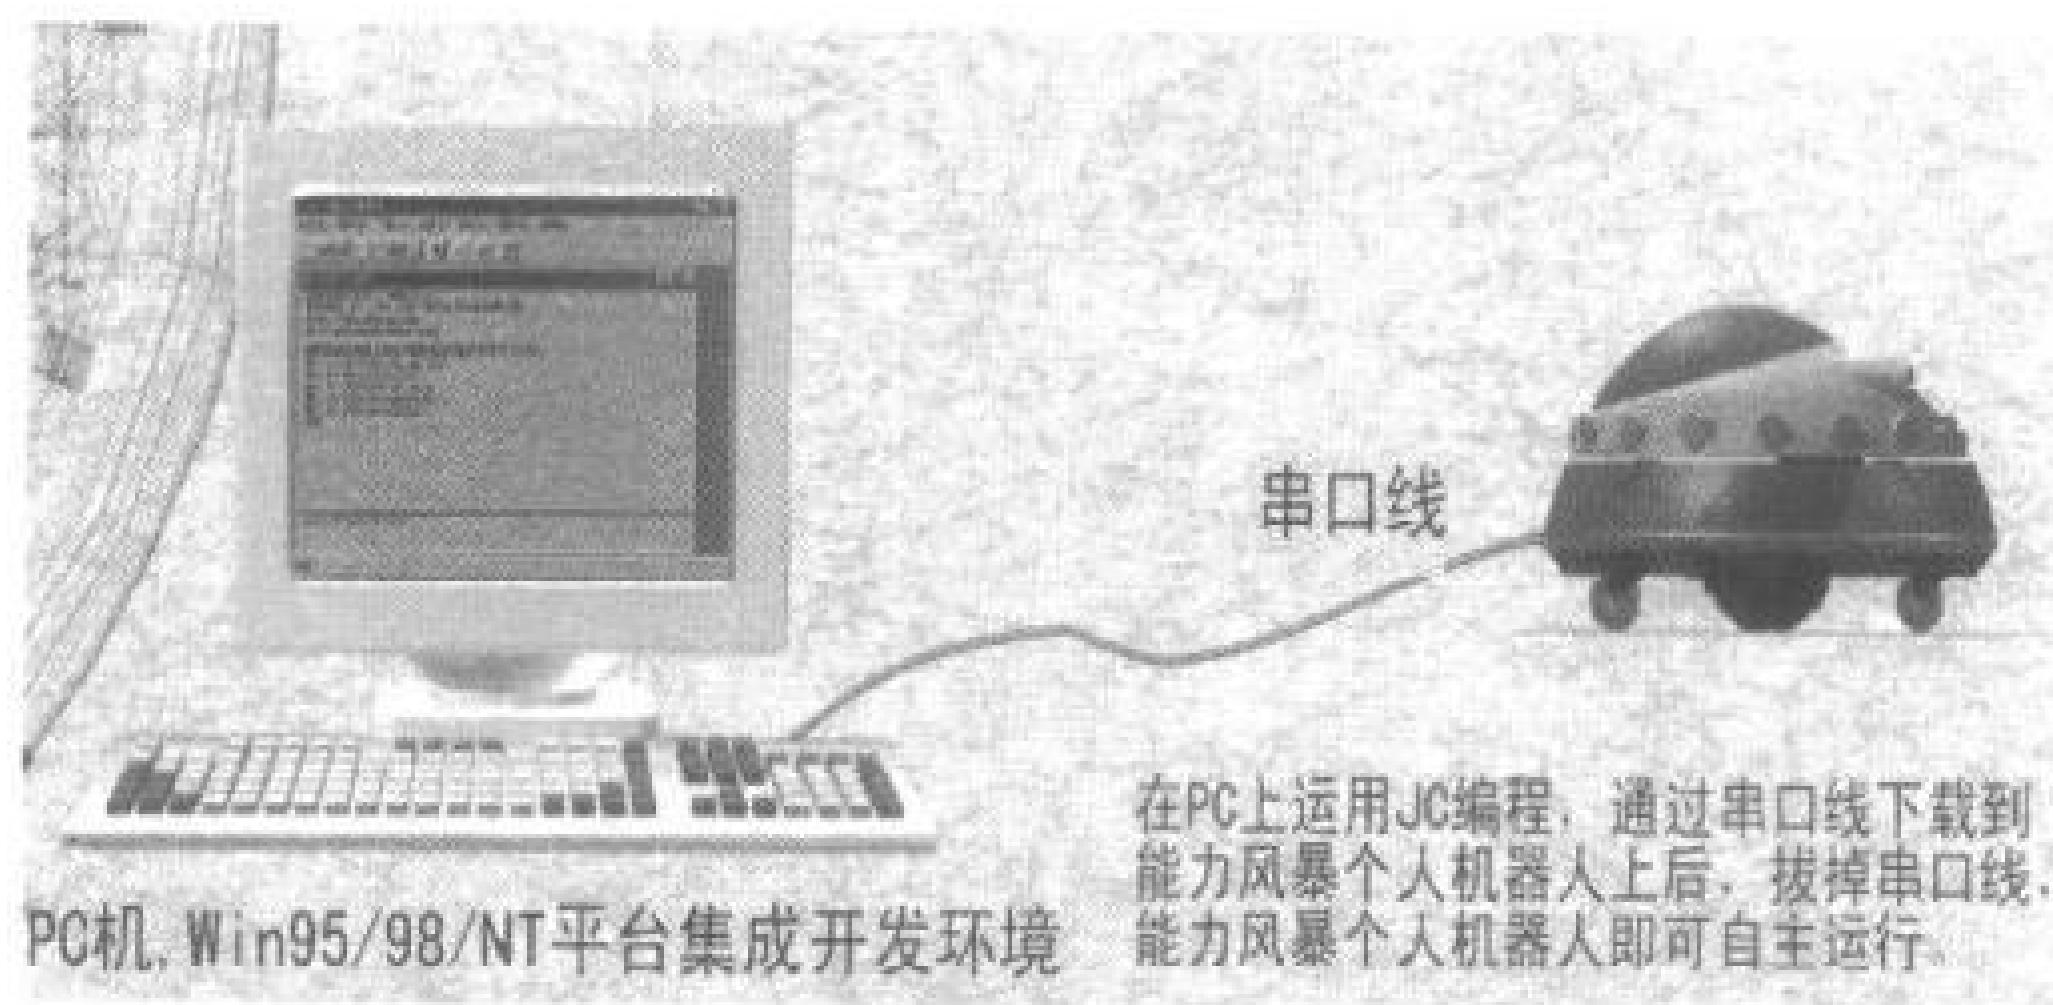
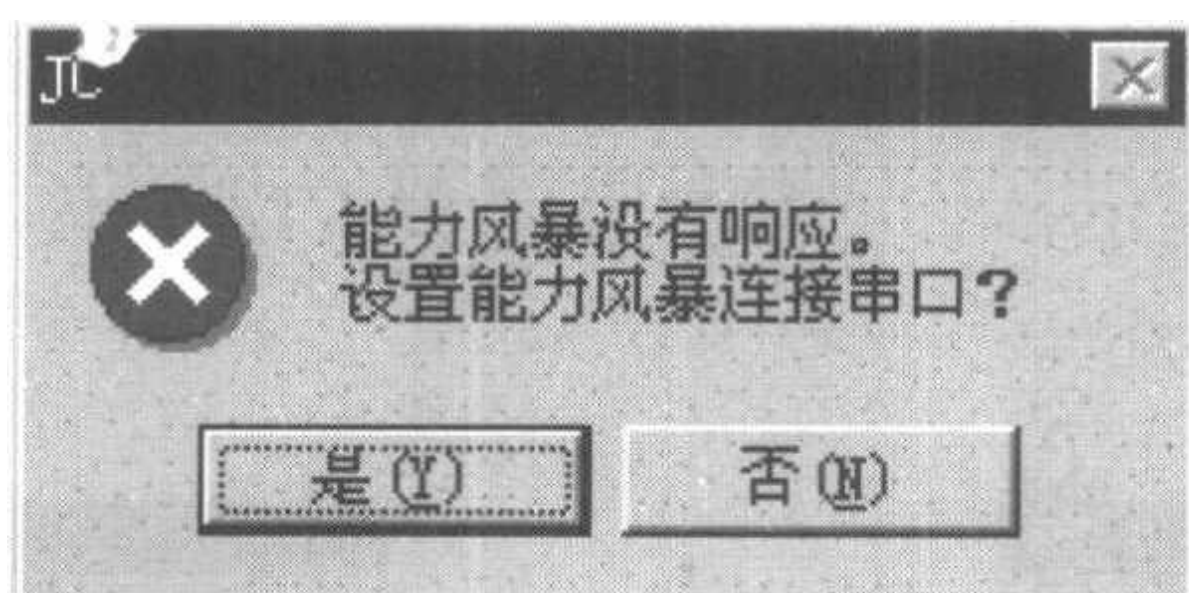
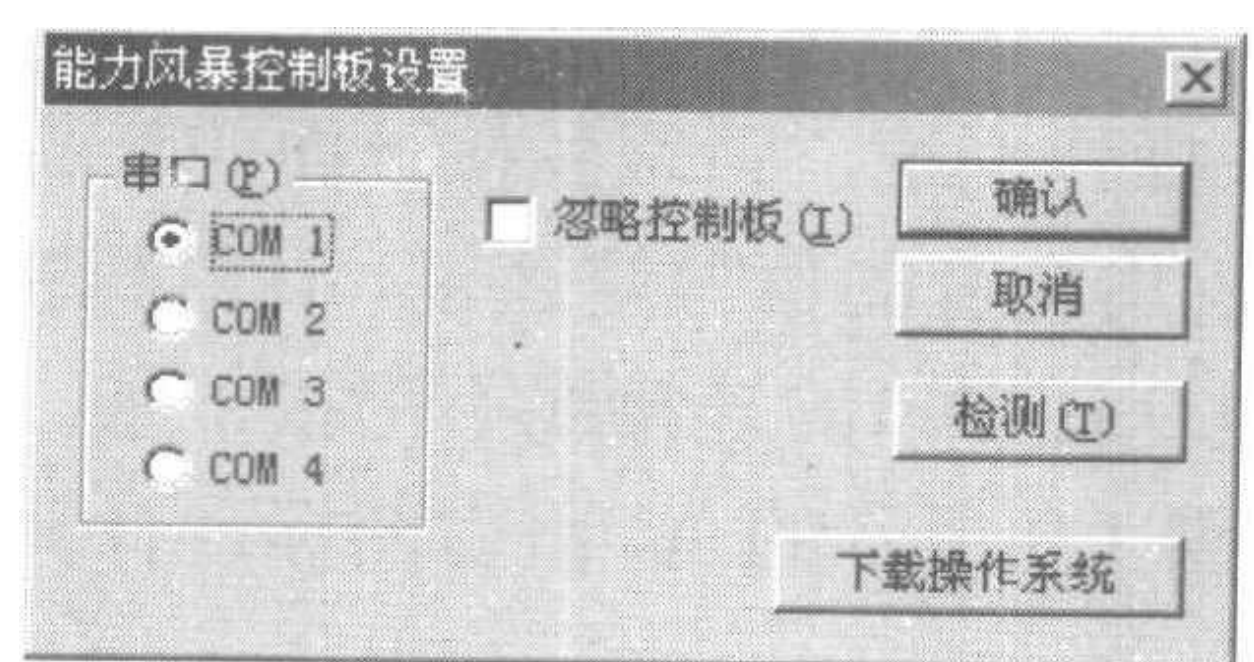
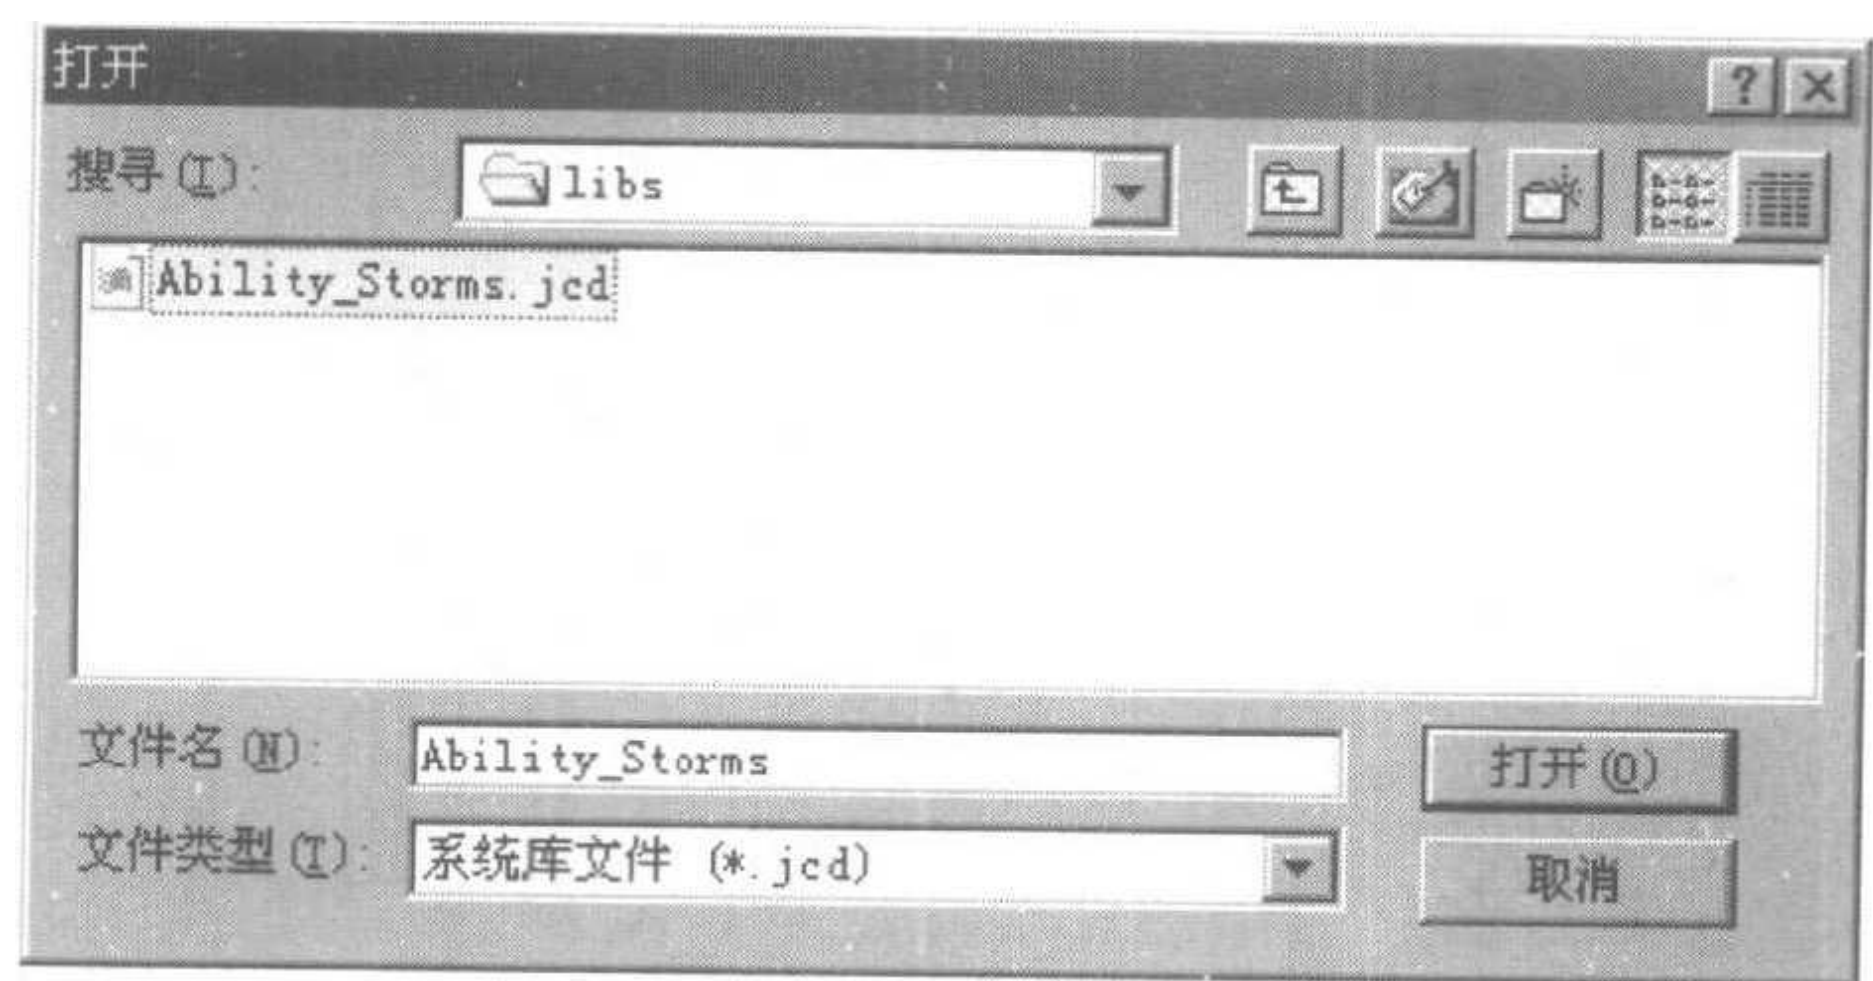

图 1.9 计算机与机器人连接图
图 1.12 “JC”对话框
图 1.14 “能力风暴控制板设置”对话框
图 1.17 “打开”对话框
机器人与计算机的连接如图 1.9 所示。
(1) 将机器人与计算机用配套的信号线连接，计算机接 9 针串口，机器人接串行通信接口。注意接在计算机 9 针串口的连接线不用拔下来。
(2) 在桌面上双击如图 1.9 所示的 JC 语言图标，计算机显示屏会出现如图 1.12 所示的“JC”对话框。
(4) 单击图 1.12 所示对话框的“是(Y)”按钮，弹出“能力风暴控制板设置”对话框，如图 1.14 所示。
(5) 现在在“能力风暴控制板设置”对话框中选择一个 COM 串口，然后单击“检测(T)”按钮。
(6) 在确认找到 COM 串口之后，单击图 1.14 所示的“能力风暴控制板设置”对话框中“下载操作系统”按钮，会出现如图 1.17 所示的“打开”对话框。